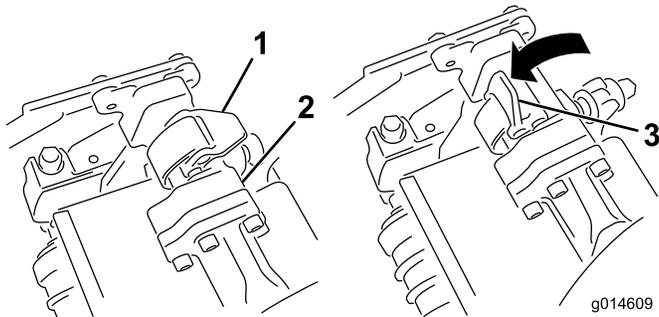
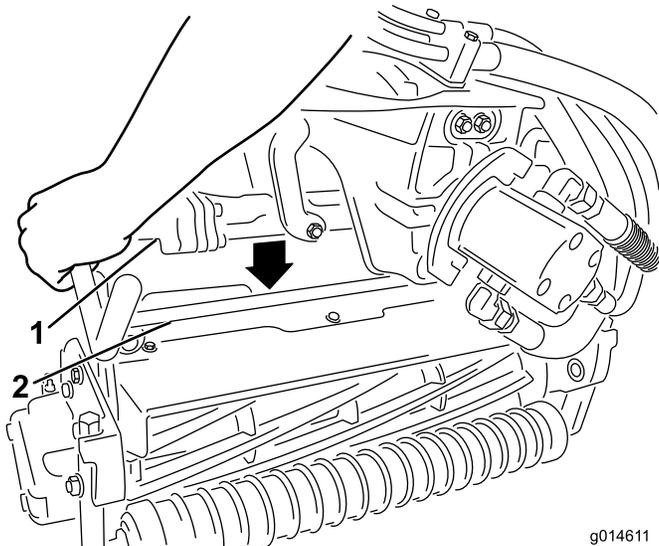

図 33
図 34
4. サスペンション・アームのバーについているラッチを上向き（開いた状態）にして（図 33）、サスペンション・アームを押し下げて、バーを、カッティングユニットのバーの上に被せるようにする（図 34）。
5. ラッチを下げるとカッティングユニットのバーがロックされてユニットがアームにセットされる（図 33）。
5. 取り外したいカッティングユニットのサスペンション・アームのバーについているラッチを開く (図 33)。